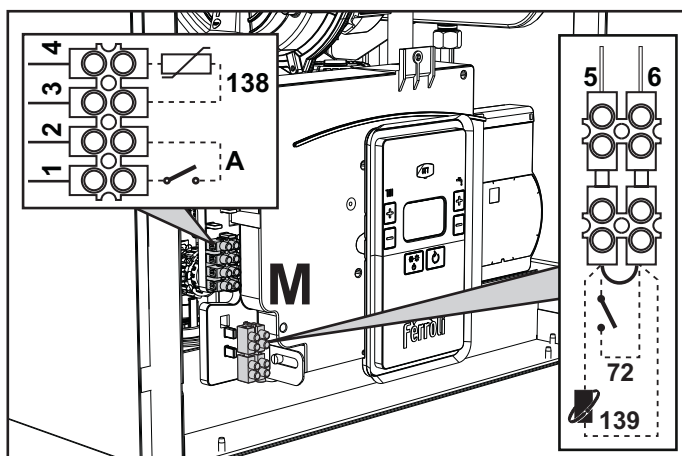
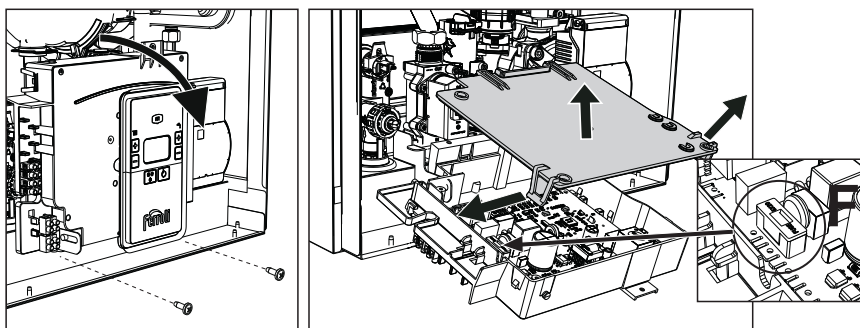

fig. 19
fig. 20
Dopo aver tolto il pannello frontale (sez. "Apertura del pannello frontale" a pag. 35) è possibile accedere alle morsettiera (M) e al fusibile (F) seguendo le indicazioni descritte di seguito (fig. 19 e fig. 20). I morsetti indicati nella fig. 20 devono essere a contatti puliti (non 230V). La disposizione dei morsetti per i diversi allacciamenti è riportata anche nello schema elettrico alla fig. 47.
Configurazione Interruttore ON/OFF (A fig. 20)